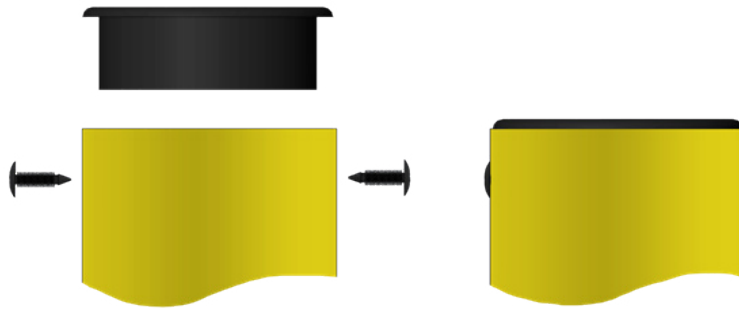

Рисунок 7. Встановлення та фіксація кришок стовпів
4. Закрийте верхівки стовпів кришками. Після монтажу кришок їх необхідно закріпити фіксами (2 фікси на кришку). Для цього в площині симетрії бар'єра в стовпі на відстані 20-25 мм від верхівки жовтої труби стовпа потрібно просвердлити свердлом отвори 7 мм і забити в них фікси (осі цих отворів повинні бути орієнтовані в тому ж напрямку, що й елементи секцій, див. рис. 7). Монтаж кришок можна проводити як на проміжному, так і на фінальному етапі складання бар'єра.